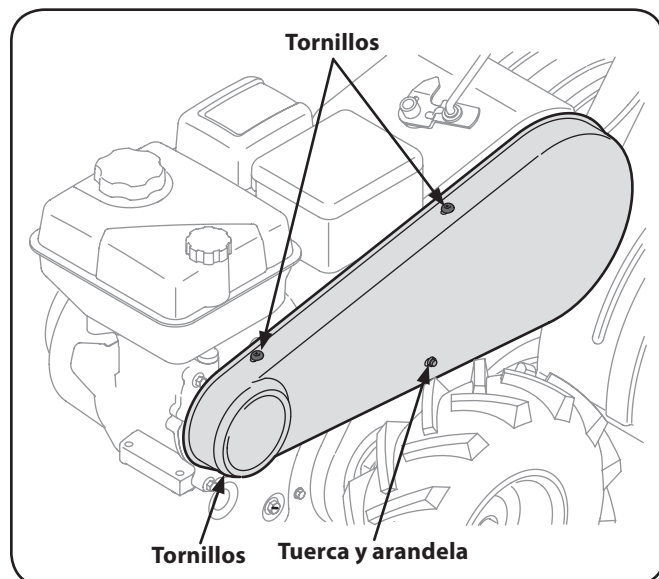

Figura 7-1
2. Saque la cubierta de la correa desde el lado izquierdo de la cultivadora extrayendo los dos tornillos de la parte superior de la cubierta. Vea la Figura 7-1.